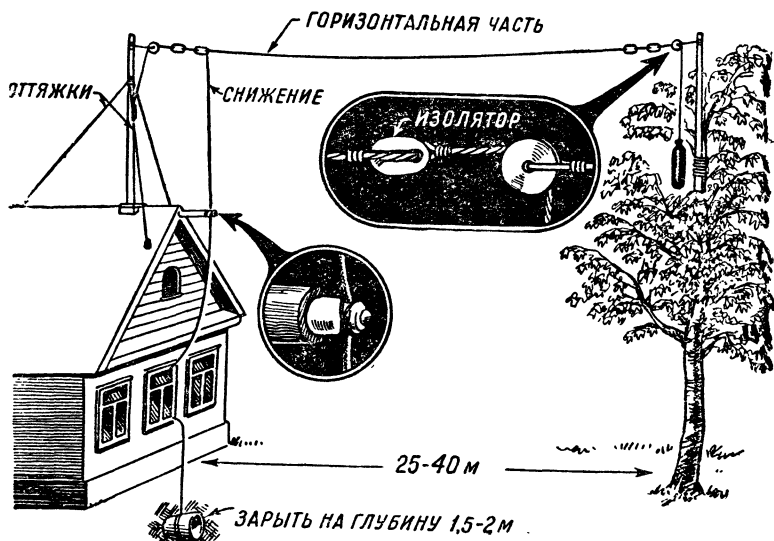

Рис. 24. Устройство Г-образной наружной антенны
**Антенна.** Для описанных здесь приемников лучше всего устроить Г-образную наружную антенну (рис. 24).
тянут, то зимой от холода он натянется еще больше и может оборваться или поломать мачты. Если в качестве одной из опор антенны служит дерево, то не следует привязывать трос к его стволу, так как во время ветра дерево будет качаться и может оборвать антенну. В этом случае к свободному концу троса, пропущенному через блок, надо привязать груз, как показано на рис. 24.